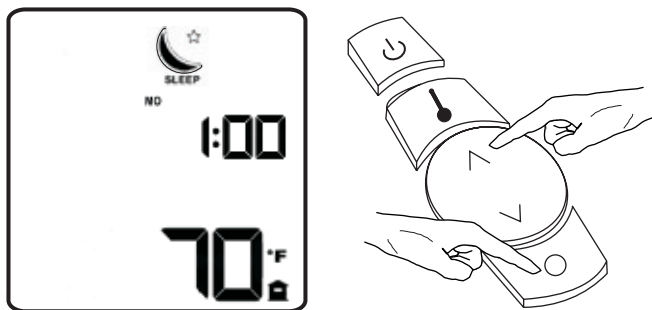

Figure 16
bouton des menus. Le symbole de la fonction de veille  apparaîtra sur l'écran pour indiquer que vous êtes dans le menu de réglage de la minuterie de veille. **Voir Figure 16.**
2. Les chiffres 00:00 apparaissent à la place de l'heure courante. Utiliser le bouton fléché Haut-Bas pour régler la durée du décompte. Appuyer sur la flèche vers le haut pour augmenter la durée du décompte, ou sur la flèche vers le bas pour la réduire. **Voir Figure 16.**
3. Pour confirmer le réglage et quitter le menu, appuyer deux fois sur le bouton des menus. **Voir Figure 16.**